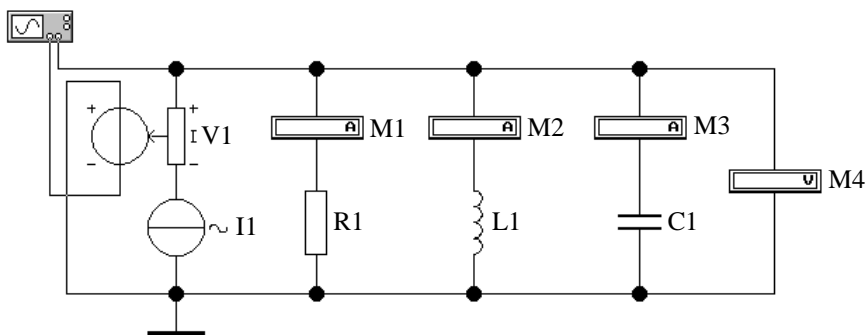

Рис. 2
3.1. Соберите схему для исследования параллельного колебательного контура (рис. 2). Независимый источник тока Π , источник напряжения управляемый током (ИНУТ) $V1$ и символ заземления находятся в группе «Sources» (второй ряд сверху на панели инструментов), амперметры $M1$, $M2$ $M3$ и вольтметр $M4$ – в группе «Indicators», сопротивление $R1$, индуктивность $L1$ и емкость $C1$ – в группе «Basic», осциллограф – в группе «Instruments».